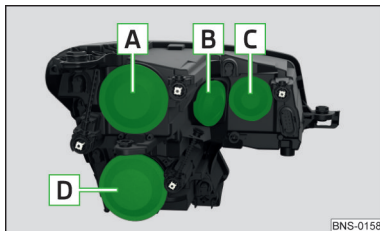

Fig. 367
Disponerea becurilor cu incandescență » fig. 367
- ▶ Scoateți capacul de protecție **C** » fig. 367 la pagina 316.
- › Introduceți capacul de protecție **C** » fig. 367 la pagina 316.
- › Scoateți capacul de protecție **C** » fig. 367 la pagina 316.
- › Scoateți capacul de protecție **B** » fig. 367 la pagina 316.
- › Așezați capacul de protecție **B** » fig. 367 la pagina 316.
- › Scoateți capacul de protecție **A** » fig. 367 la pagina 316.
- › Așezați capacul de protecție **A** » fig. 367 la pagina 316.
- Scoateți capacul de protecție **D** » fig. 367 la pagina 316.
Așezați capacul de protecție **D** » fig. 367 la pagina 316.